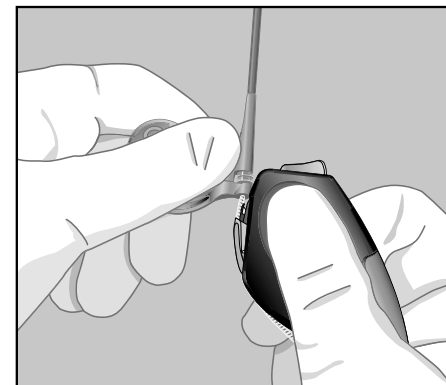

Fig. 4: Tenere la taglierina a livello dell'impugnatura del catetere. Tirare il catetere guida parallelamente al bordo della taglierina verso la lama.
**Nota:** Nell'usare la taglierina fare attenzione che il catetere guida si muova allineato al più possibile rispetto alla taglierina (Fig. 4).